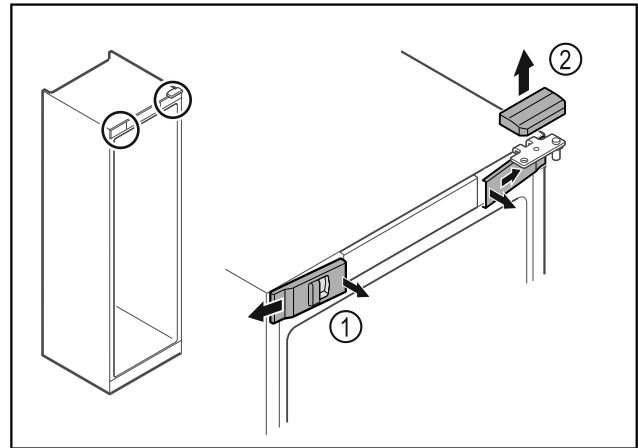

Fig. 5 *
- Nxirrni nga foleja kapakët mbulues të përparmë Fig. 5 (1) në pjesën e brendshme dhe hiqini nga anash.*
- Hiqni kapakun mbulues të sipërm Fig. 5 (2) duke e ngritur lart.*